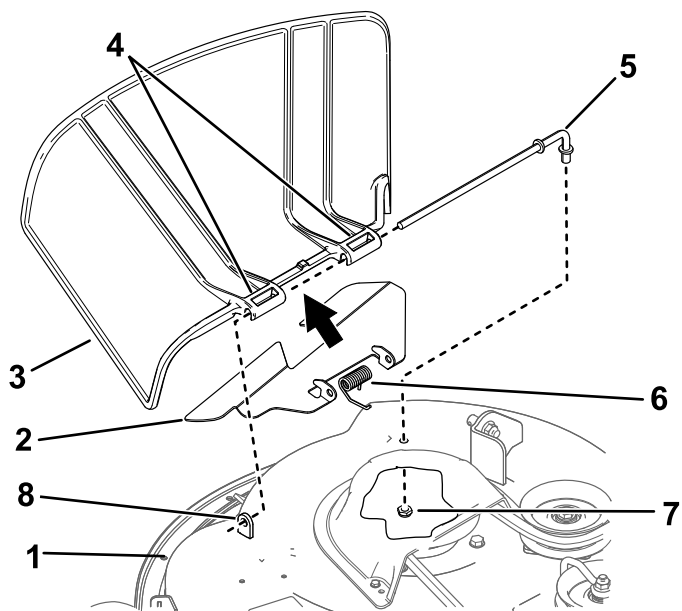

Bild 76
- Nehmen Sie die Mutter ($\frac{3}{8}$ ") aus der Stange unter dem Mähwerk ab (Bild 76).
- Schieben Sie die Stange aus dem kurzen Vorsprung, der Feder und Drehzapfen (Bild 76).
- Montieren Sie das neue Ablenkblech (Bild 76).
- Schieben Sie die Stange durch den zweiten Drehzapfen am Grasablenkblech (Bild 76).
- Befestigen Sie das hintere Stangenende mit einer Mutter (3/8") am Mähwerk, wie in Bild 76 abgebildet.